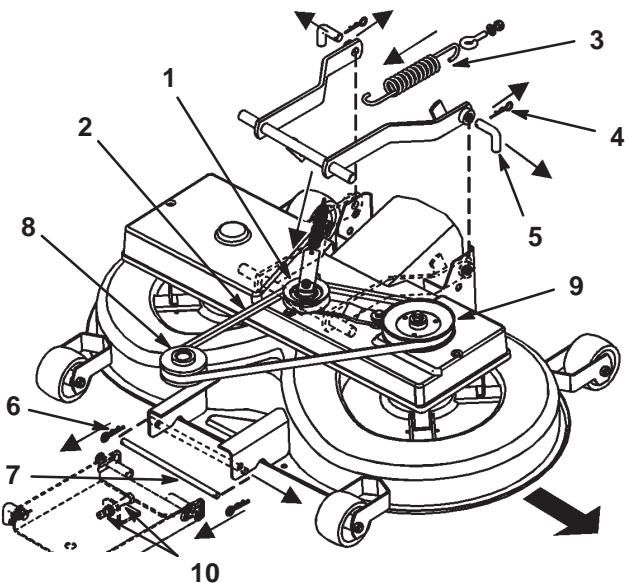

Bild 42
6. Entfernen Sie die Splintclips von den zwei hinteren Stiften und nehmen Sie die Stifte ab (Bild 42). Für das Entfernen des zweiten Stifts benötigen Sie ggf. eine Zange.
7. Entfernen Sie den Splintclip vom vorderen Stift und nehmen Sie den Stift ab (Bild 42).
8. Entfernen Sie den Keilriemen von der Motorscheibe (Bild 42).
3. Ziehen Sie den Antriebsarm nach innen. Entfernen Sie den Keilriemen von der Scheibe (Bild 42).
4. Nehmen Sie die Feder vom Schalthebel ab (Bild 42).
2. Entfernen Sie die Keilriemenscheibe und den Antriebsarm (Bild 42).
2. Drehen Sie den unteren Stift der Einstellung für die vordere Aufhängung in die untere Stellung der geschlitzten Löcher. Stellen Sie hierfür die 2 Muttern (M12) an der vorderen Aufhängung ein (Bild 42).